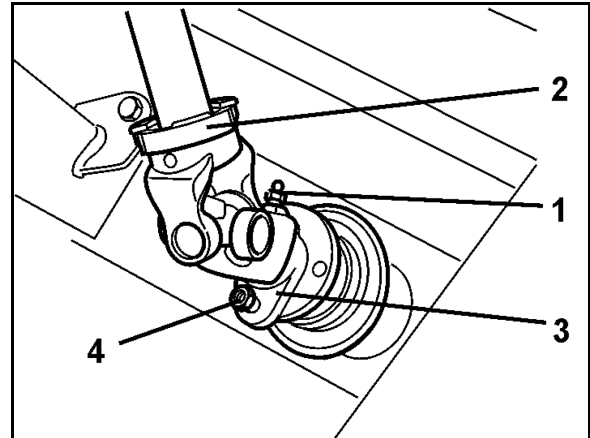

Рис. 96
1. Викрутіть конусний мастильний ніпель (Fig. 96/1) у з'єднувальній вилці (Fig. 96/2) карданного вала.
2. Видаліть зрізний болт (Fig. 96/4) між фланцем вилки (Fig. 96/3) карданного вала та фланцем вхідного вала редуктора.